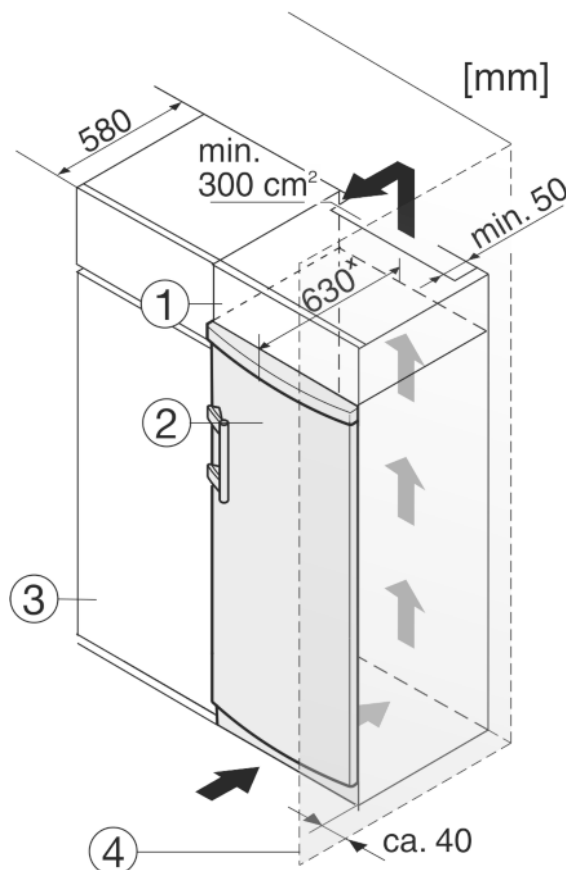

Fig. 9
Устройство может быть окружено предметами кухонной обстановки. Чтобы уравнивать устройство Fig. 9 (2) по высоте с кухонной стенкой, можно установить над устройством соответствующий дополнительный шкафчик Fig. 9 (1).
При комбинировании с кухонными шкафами (глубина макс. 580 мм) устройство можно установить непосредственно рядом с кухонным шкафом Fig. 9 (3). Устройство выступает сбоку на 34 мм* и по центру на 50 мм* относительно передней стенки кухонного шкафа.
Если устройство установлено на шарнирах у стены Fig. 9 (4), то расстояние между устройством и стеной должно быть не менее 40 мм. Настолько выступает ручка при открытой дверце.